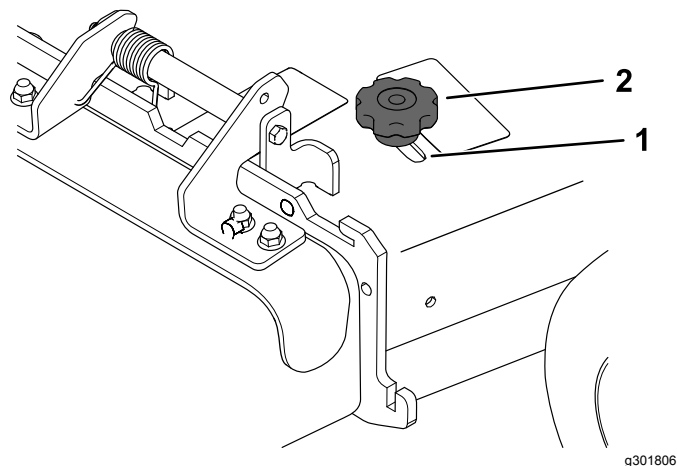

Figura 23
3. Per regolare il deflettore, allentate la manopola (Figura 23).